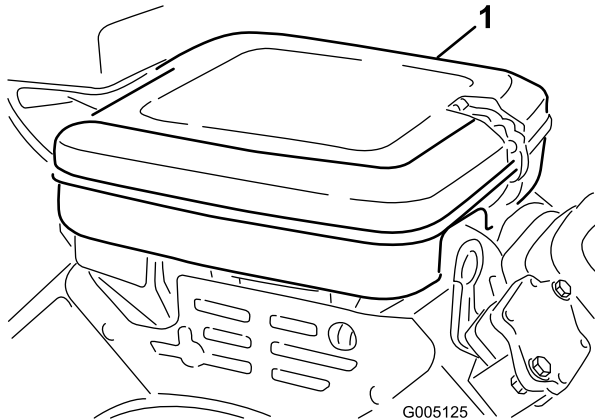

图42
1. 放开锁箍并拆下空气滤清器盖（图42）。彻底清洁滤清器盖。